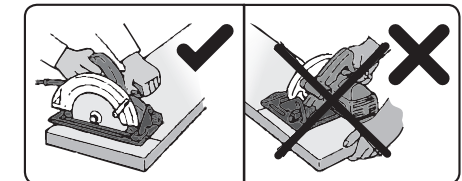

Abb. 6
2. Nehmen Sie die Säge fest in beide Hände am Haupt- und Vordergriff (siehe Abb. 6) und legen Sie sie mit dem vorderen Teil der Grundplatte auf die Schneidfläche so auf, dass das Sägeblatt das Material nicht berührt und frei drehen kann. Halten Sie die Säge niemals mit nur einer Hand.